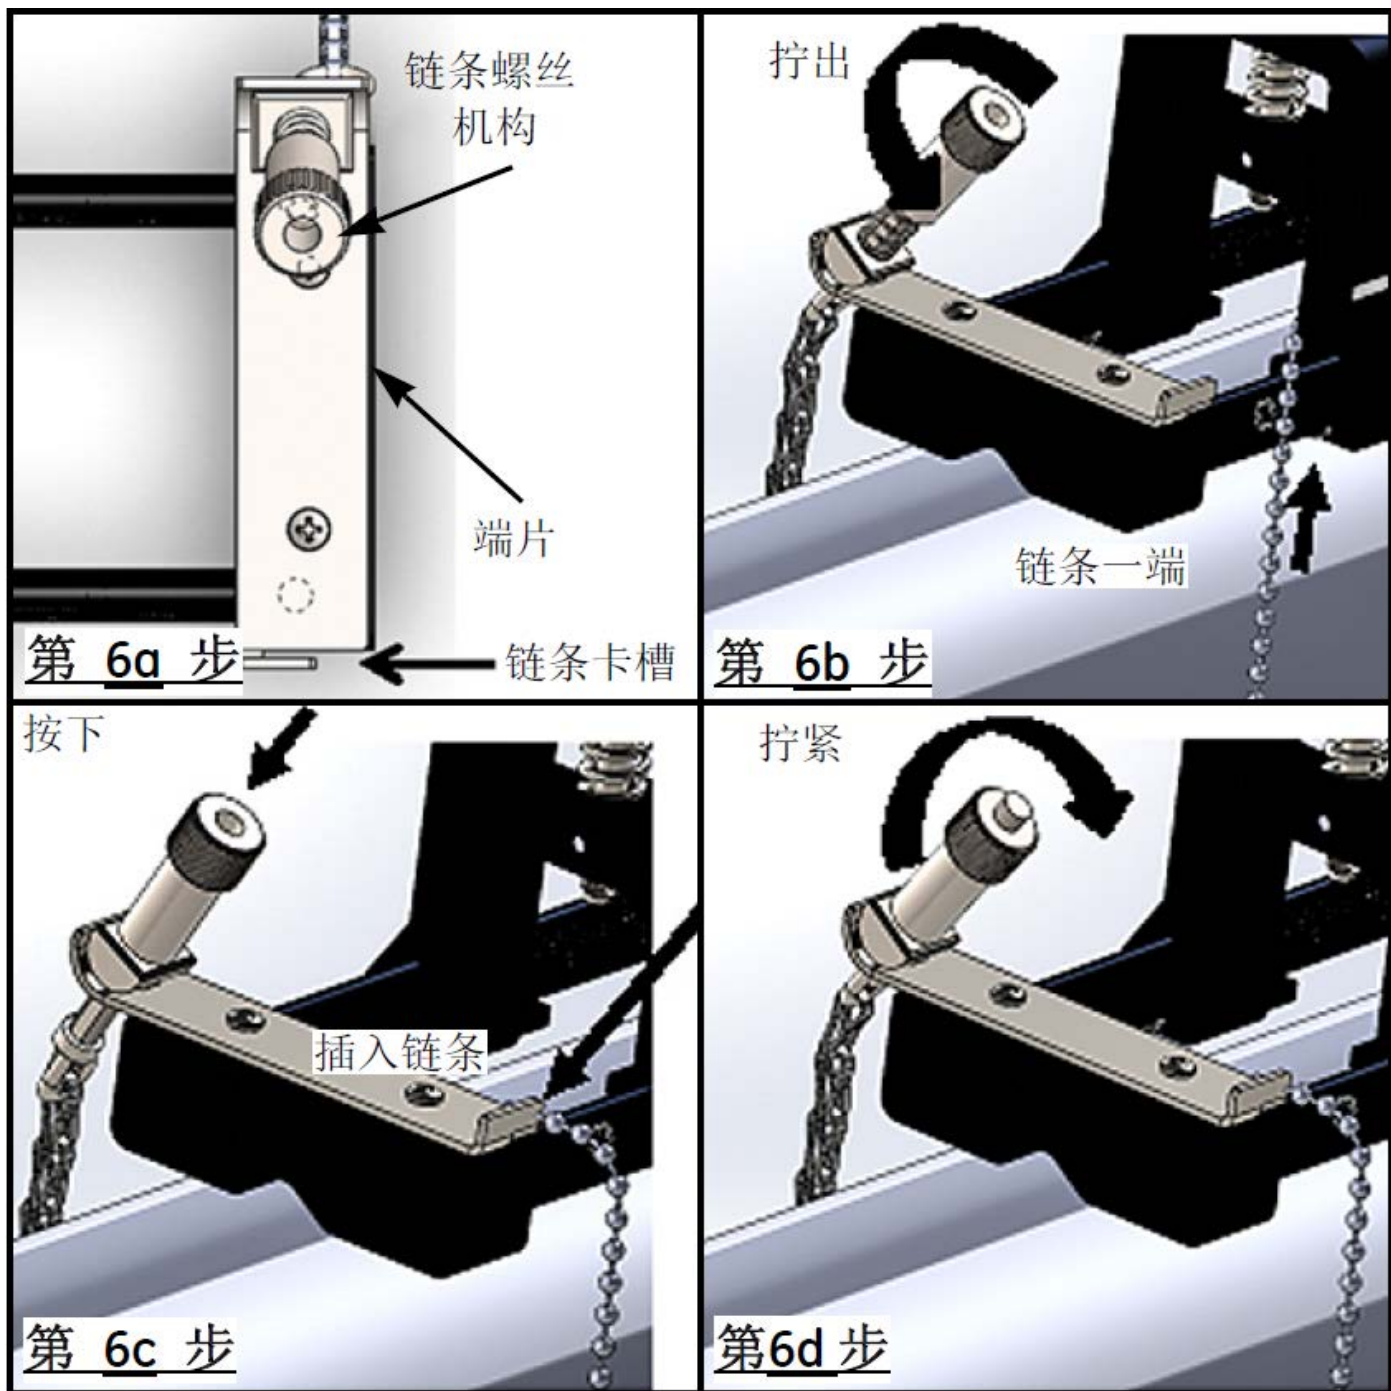

图 13: 安装链条
6. 若要将链条扣在管子上，请参考第 13 页上的图 13 并完成以下步骤：